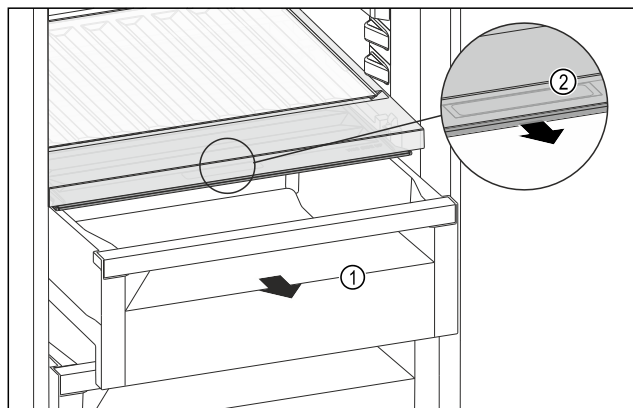

Fig. 95
- Schubfach Fig. 95 (1) herausziehen.
- Griffmulde Fig. 95 (2) am Fachdeckel anfassen und Fachdeckel gleichzeitig nach vorne ziehen.